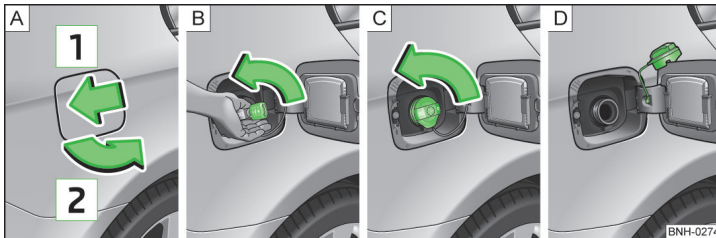

Abb. 110 Tankverschluss
Auf der Innenseite der Tankklappe sind die für Ihr Fahrzeug vorgeschriebenen Kraftstoffsorten angegeben » Abb. 110 auf Seite 131.
- Auf die Tankklappe in Pfeilrichtung **1** drücken » Abb. 110.
- Den Tankverschluss in Pfeilrichtung herausdrehen » Abb. 110 - C.
- Den Tankverschluss von oben auf die Tankklappe stecken » Abb. 110 - D.
- Den Tankverschluss auf den Kraftstoffeinfüllstutzen stecken und entgegen der Pfeilrichtung bis zum sicheren Einrasten drehen » Abb. 110 - C.